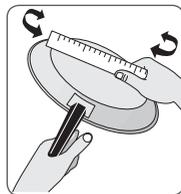

Figura 4
1. Posicione o alimento a ser preparado na área de cozimento, usando uma panela de tamanho e tipos adequados. Certifique-se de que a panela está centralizada na área de cozimento e de que ela cobre totalmente a área mínima demarcada na superfície da área. **NOTA:** Se a panela não estiver de acordo com as condições necessárias para a área de cozimento (veja figura 4 na página 13), os sensores detectarão o problema e a letra **F** será exibida no display da área de cozimento afetada. Qualquer problema deve ser corrigido antes de seguir para o próximo passo.
As panelas usadas no cooktop de indução devem ter o fundo plano para que fiquem em contato com toda a área de cozimento. Verifique se o fundo é plano girando uma régua sobre o fundo da panela (Figura 4). Certifique-se de seguir todas as recomendações de uso mostradas
na Figura 4.